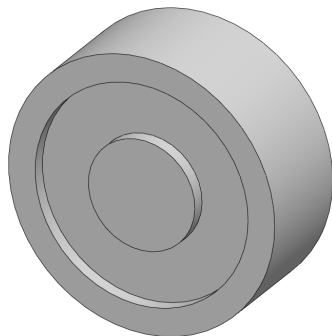

图 14-21 创建拉伸切除特征
(5) 退出草图绘制环境，单击【拉伸切除】按钮，选择新绘制的草图，弹出【切除-拉伸】属性管理器，设置【深度】为 10，单击【确定】按钮，即可创建拉伸切除特征，效果如图 14-21 所示。